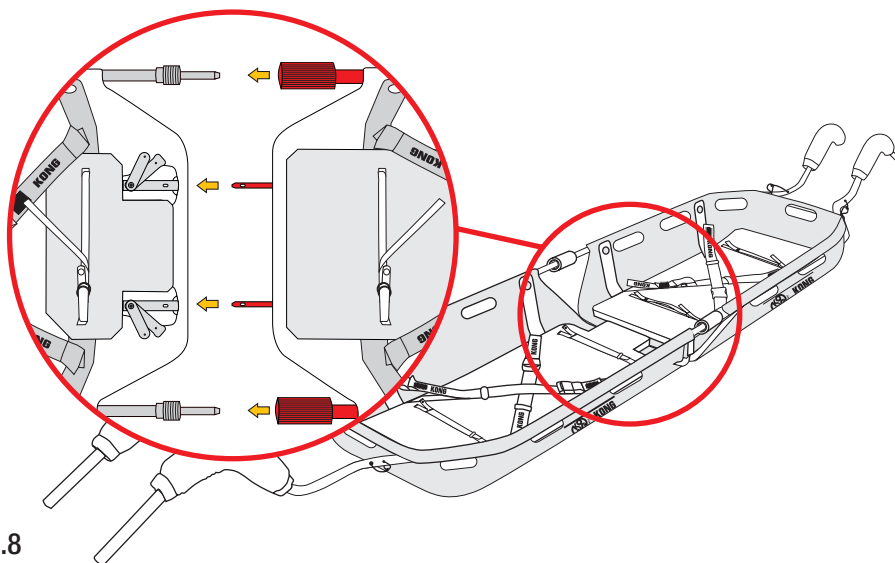

Fig.8
c) collegare le due parti della struttura mediante gli spinotti del telaio (fig. 8),